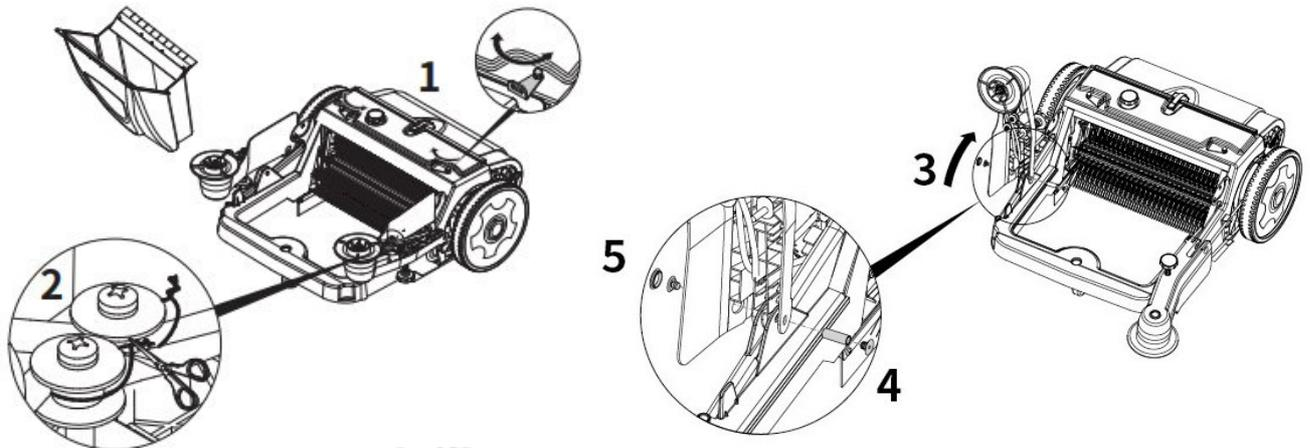

Abb. 5-1: Vorbereitung des Geräts
- Den Behälter (Pos. 1, Abb. 5-1) entfernen und den Kabelbinder durchschneiden (Pos. 2, Abb. 5-1).
- Den Bürstenarm (Pos. 2, Abb. 5-1) anheben, die Löcher zueinander ausrichten, die Stange (Pos. 4, Abb. 5-1) einsetzen und auf beiden Seiten verriegeln (Pos. 5, Abb. 5-1).